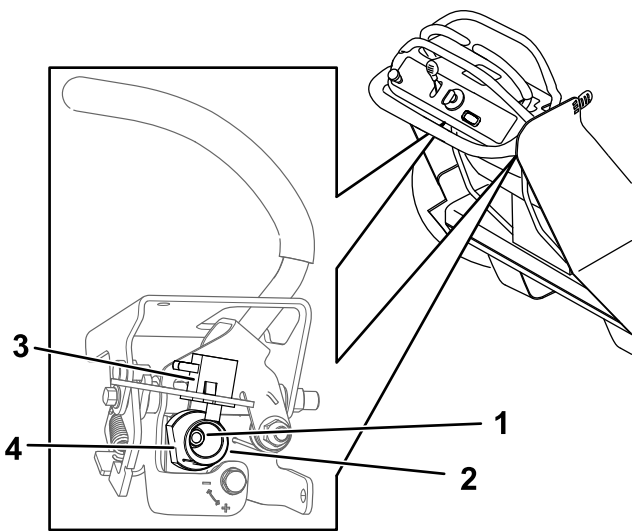

Figura 61
6. Ajuste la leva hasta que quede alineada con la otra palanca de control de movimiento, y apriete la tuerca y el perno de la leva (Figura 61).
**Importante:** No gire la parte plana de la leva más allá de la posición vertical. El interruptor de control de presencia del operador nunca debe tocar la parte plana de la leva (Figura 61).